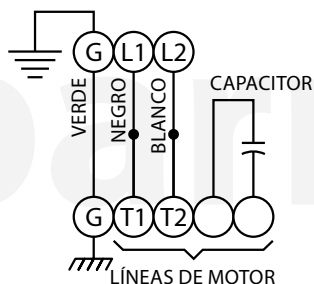

**Figura 3**
14. Levante el rotor, flecha, balero (8), el miembro rotatorio del sello, arandela (30) de la placa de sello (3). Vea la figura 3.
15. Retire el conjunto de sello mecánico (6) de la flecha. Examine todas las partes del sello, si las caras del sello muestran signos de desgaste, patrón de desgaste irregular, astillas o arañazos, reemplace el sello entero. **No intercambie componentes del sello, reemplace todo el sello de la flecha (6).** Si va a reemplazar el sello, retire la placa de sello (3) haciendo palanca con un destornillador plano.